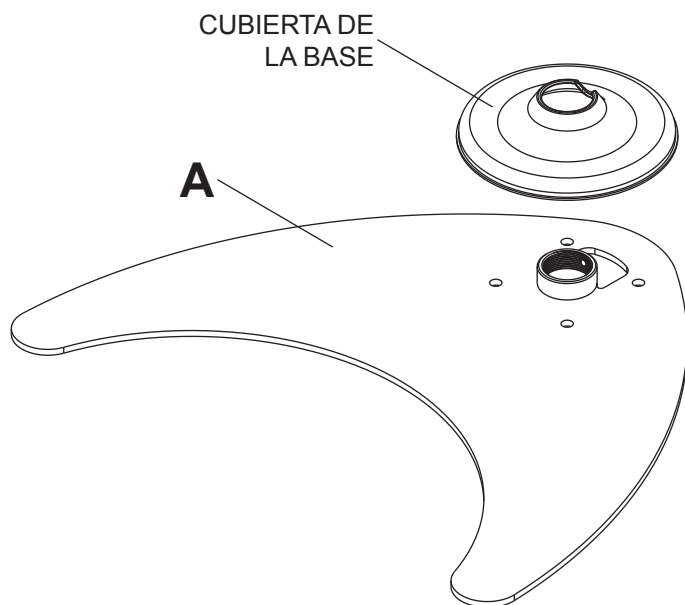

fig 1.1 TORNILLO DE SUJECCIÓN
- 1** Remove base cover from base (**A**) as shown in figure 1.1.
- 1** Retirez le couvercle de la base (**A**) comme illustré à la figure 1.1.